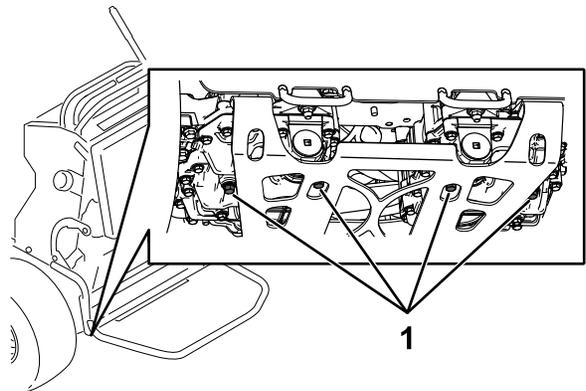

Figure 73
3. Localisez les bouchons de vidange sous la base de la transmission et placez un bac de vidange sous le bouchon (Figure 73).